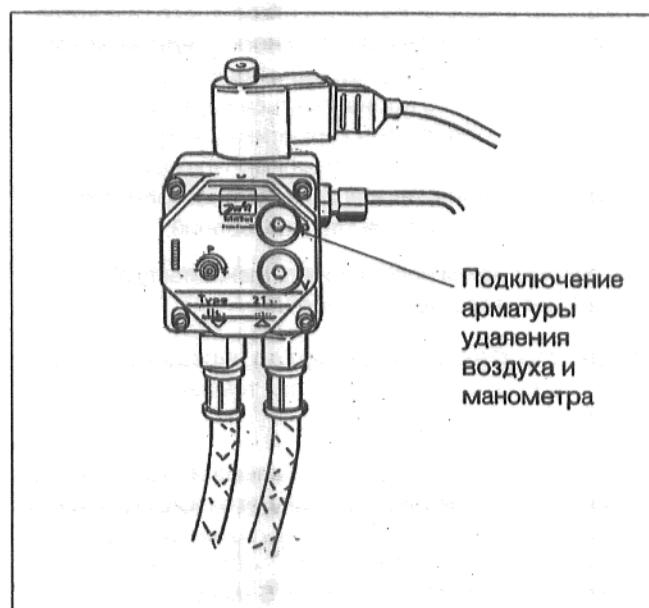

Рис.2: Насос Danfoss
- Ввинтить арматуру удаления воздуха с привинченным манометром в штуцер подключения манометра насоса и удалить воздух (удаление воздуха **не разрешается производить при открытом магнитном клапане**, рис. 2).